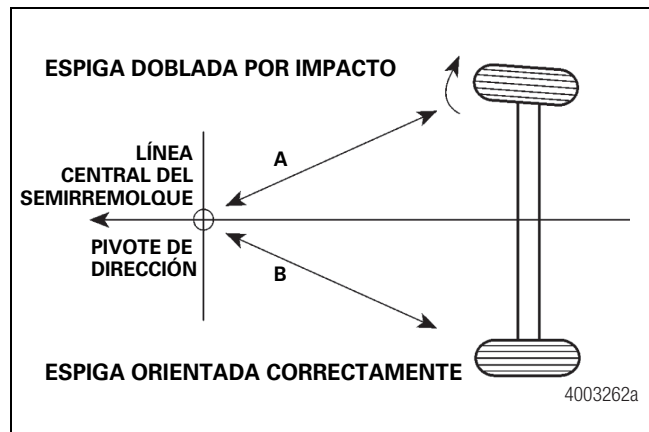

Figura 8.18
- En la Figura 8.18 se muestra un semirremolque al cual se le dobló la espiga delantera por el lado del bordillo y produjo una condición excesiva de convergencia negativa. Si este eje doblado se orienta de modo que las dimensiones "A" y "B" sean equivalentes: